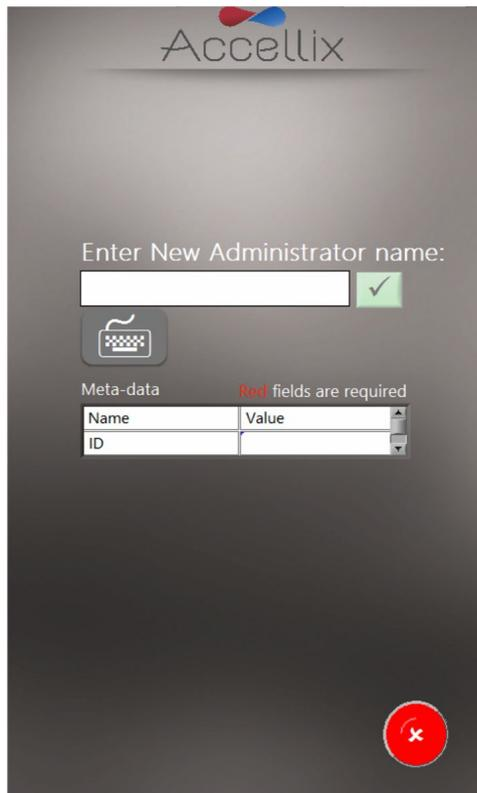

图9: 添加用户屏幕
1. 轻触 **Add** (添加) 图标 。随即显示 **Add User** (添加用户) 屏幕 (图 9):